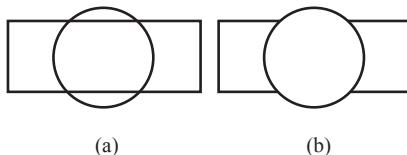

图 1-42 修剪命令
(1)修剪(TRIM)。修剪命令是指以某一对象作为剪切边修剪其他对象。如图 1-42 所示，以圆为剪切边，圆中的两直线段是要修剪的对象。作为剪切边的对象包括直线、射线、构造线、圆弧、椭圆、椭圆弧、多段线及样条曲线等。剪切边也可以同时作为被剪边。如果按下 Shift 键，同时选择与修剪边不相交的对象，修剪边将变为延伸边界，将选择的对象延伸到与修剪边界相交。